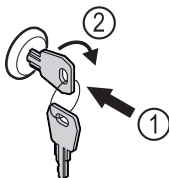

Fig. 172 Ilustrační zobrazení
- ▶ Klíč zasuňte dovnitř Fig. 172 (1).
- ▶ Otáčejte klíčem o 90° ve směru hodinových ručiček Fig. 172 (2).